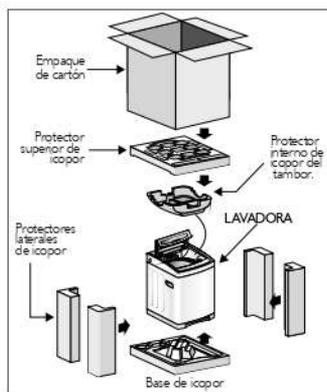

Figura 5
- Antes de utilizar su lavadora retire todos los elementos que componen el empaque: Caja de cartón, bolsa plástica, el poliestireno expandido (icopor) que afirma el tambor y la parte inferior de la lavadora. El no retirar estos elementos, provocará un mal funcionamiento de la lavadora, (Ver figura 5).